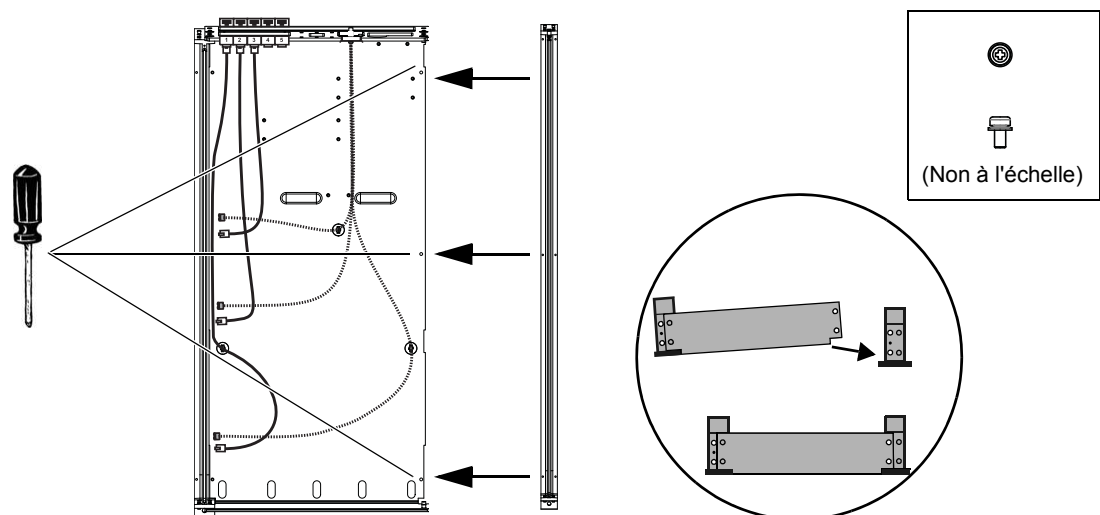

Figure 14. Fixation de la paroi extérieure sur la plaque de fond d'un bac, vue de dessus (à gauche) et de devant (en bas à droite)
- 2 À l'aide de trois vis cruciformes n°1, fixez la paroi à la plaque de fond du bac situé le plus à droite. Le bord droit de la plaque de fond du bac doit être placé sur le dessus du bord gauche de la paroi, comme représenté sur la Figure 14.